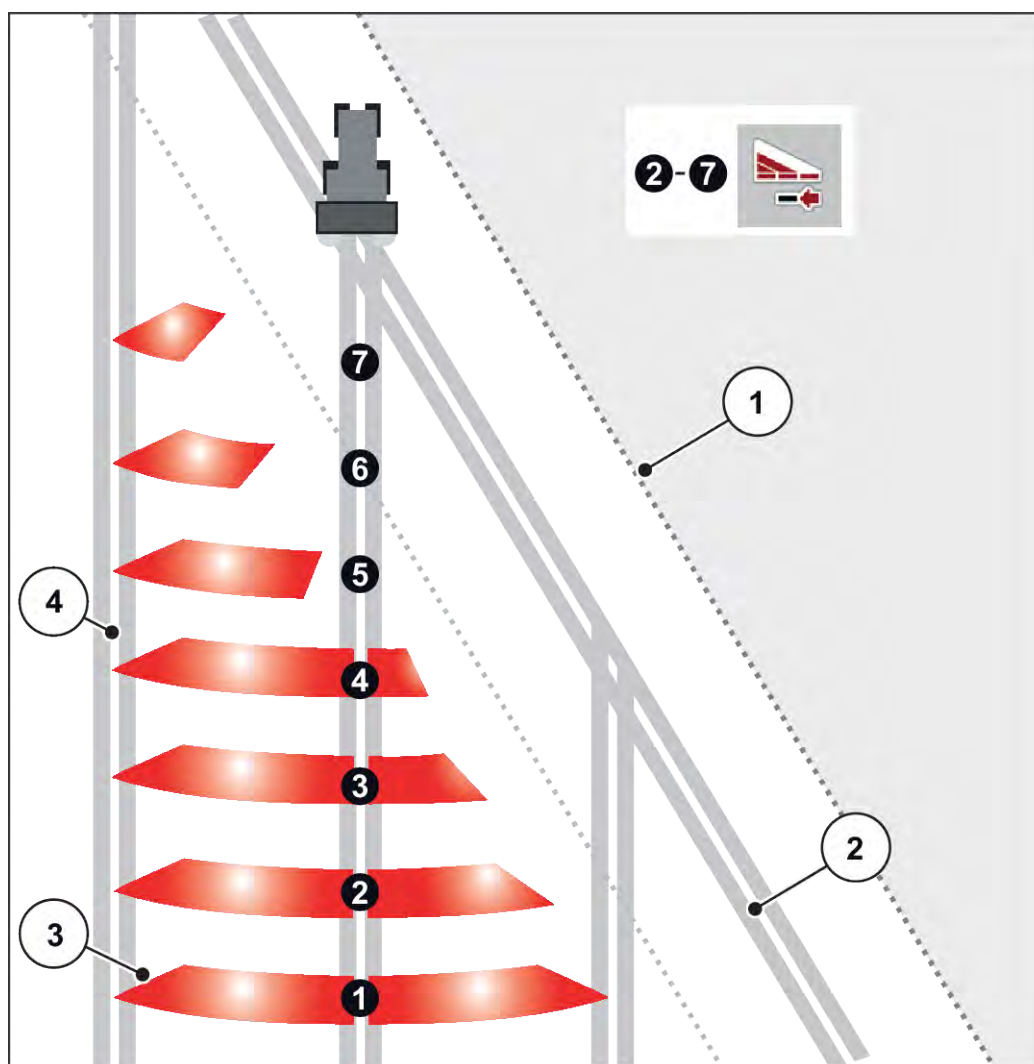

Fig. 46: Automatisk delbreddeaktivering
- Delbreddeaktivering er mulig udefra og ind eller indefra og ud. Se Fig. 46 Automatisk delbreddeaktivering.